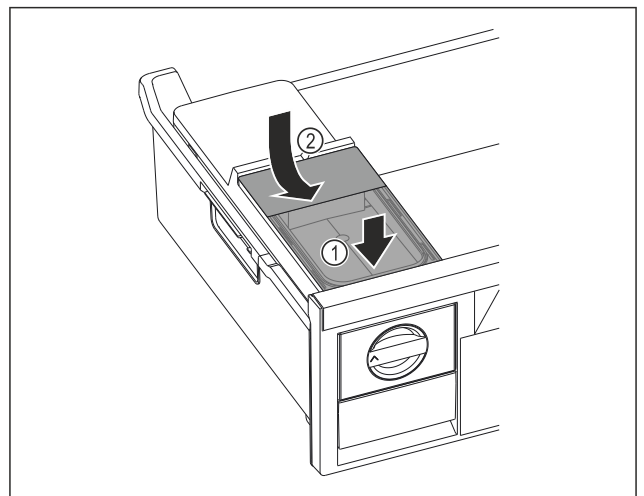

Fig. 157
- Collegare il serbatoio dell'acqua alla parte anteriore. Fig. 157 (1)
- Abbassare il serbatoio dell'acqua posteriore. Fig. 157 (2)